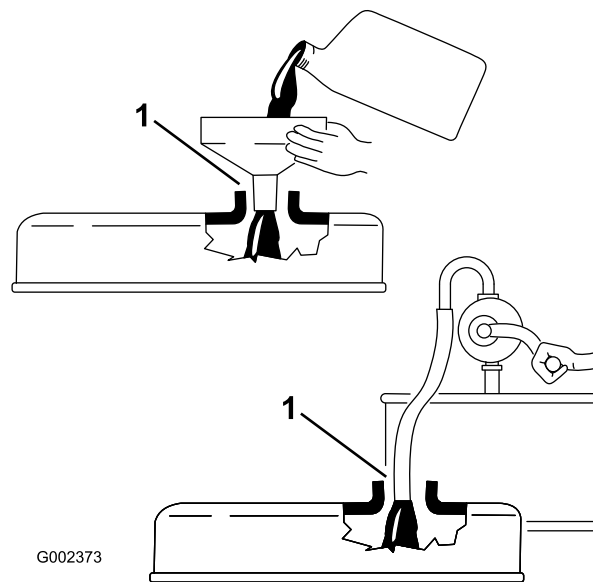

Figura 14
**Importante:** Al añadir aceite de motor o al cambiar el aceite, debe haber holgura entre el dispositivo de llenado de aceite y el orificio de llenado de la tapa de las válvulas, según se muestra en Figura 14. Esta holgura es necesaria para permitir la ventilación durante el llenado, lo cual evita que el aceite se derrame sobre el respiradero.